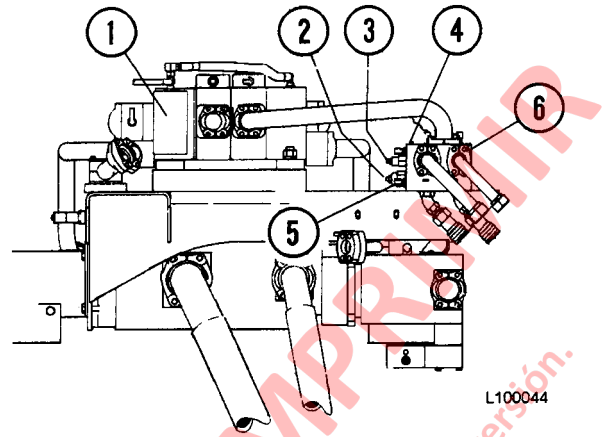

FIGURA 10-8. AJUSTE DE LA VALVULA DE CONTRABALANCE
1. Con el motor detenido, la tolva descansando en el chasis, la válvula de elevación en la posición FLOAT y la presión del sistema hidráulico purgada, suelte la tuerca de bloqueo en el vástago de ajuste de la válvula de aguja (3, FIGURA 10-8) en el múltiple sobre el centro (6). Gire el vástago de ajuste completamente hacia la derecha.
2. Saque el tapón de la lumbrera "RESPIRADERO PILOTO" (4) en el múltiple sobre el centro. Esta lumbrera permanecerá abierta a la atmósfera durante el ajuste; no permita la entrada de suciedad a la lumbrera abierta.
1. Suelte la tuerca de bloqueo en el vástago de ajuste de la válvula de contrabalance (2, FIGURA 10-8) (Rotulada como "CBV" en el múltiple). Gire completamente el vástago de ajuste a la derecha para comenzar el procedimiento de ajuste de modo que la presión de la válvula de contrabalance sea lo más baja posible.